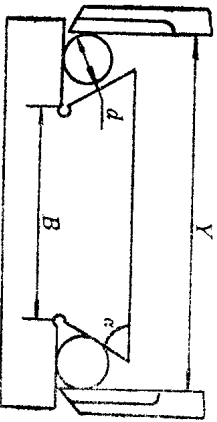

图 2-7
2. 如图 2-7 所示，用游标卡尺测得尺寸读数 $y = 80.95\text{mm}$ ，已知两圆柱直径 $d = 10\text{mm}$ ， $\alpha = 60^\circ$ ，求 B 尺寸的读数。